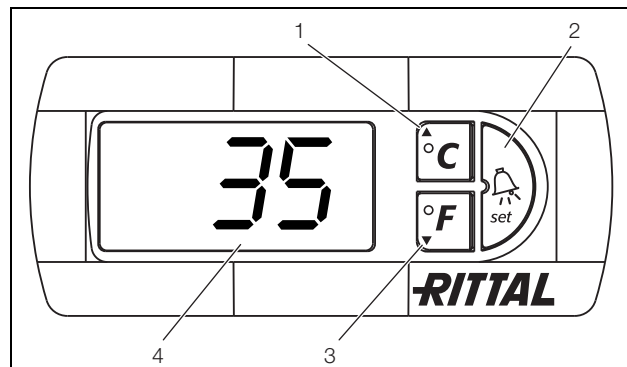

Fig. 12: Controlador e-Confort
El refrigerador trabaja de forma automática, es decir, después de la conexión de la fuente de alimentación el ventilador del evaporador (ver imagen 2) funciona continuamente y hace circular el aire interior del armario de forma permanente. El controlador e-Confort regula el compresor y el ventilador del condensador. El controlador e-Confort dispone de una indicación de 7 segmentos (imagen 12, pos. 4). En esta se muestra, tras la conexión de la fuente de alimentación, durante aprox. 2 segundos la versión actual del software. A continuación una opción preajustada (por ej. t10) o bien la temperatura.
La programación del equipo se realiza a través de las teclas 1 – 3 (imagen. 12). Los parámetros también aparecen en la indicación.
- Presione simultáneamente las teclas 1 y 2 (imagen 12) durante 5 segundos mín.
Con las teclas 1, 2 y 3 (imagen 12) puede modificar 24 parámetros dentro de los niveles preestablecidos (valor mín., valor máx.).